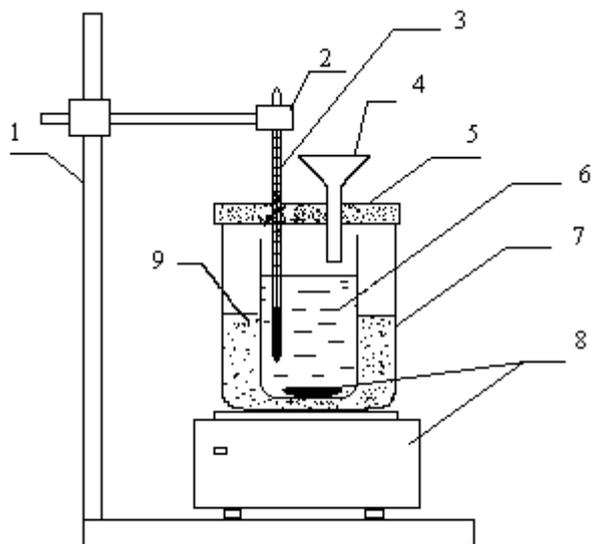

Рис.1. Схема простейшего калориметра:
Простейший калориметр (рис.1) состоит из двух стеклянных стаканов: внутреннего (6) и наружного (7), между которыми помещен материал с малой теплопроводностью (пробка или пенопласт) (9). Калориметр закрывается крышкой (5) с двумя отверстиями: для термометра (3) и воронки (4). Для перемешивания раствора используется магнитная мешалка (8).